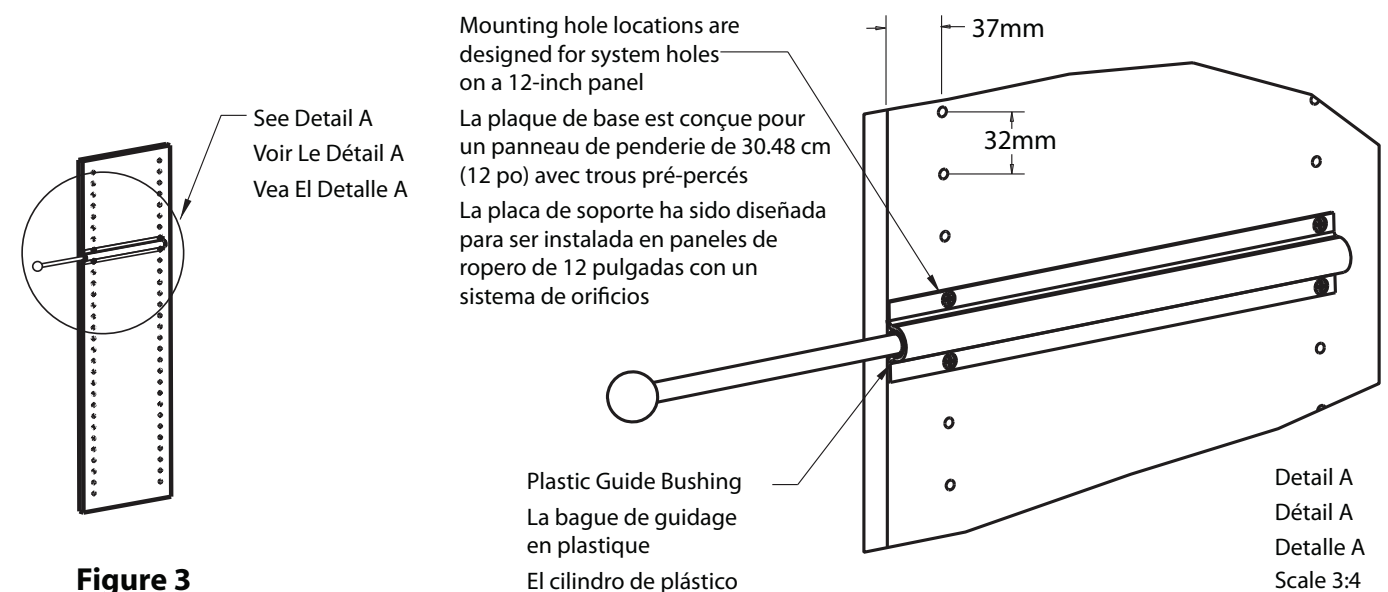

Figure 3
2. Be sure to keep the plastic guide bushing in the forward-most position to ensure maximum travel of the valet rod. (Figure 3)
2. Il faut vérifier que la bague de guidage en plastique soit dans la position la plus en avant pour permettre un déplacement maximum de la tringle coulissante. (Figure 3)
2. Mantenga el cilindro de plástico lo más adelante posible para que el colgador auxiliar se extienda completamente. (Figure 3)